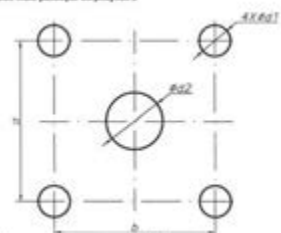

Рисунок 2: условные размеры серии LW32
5.2 Условные размеры см. рисунок 2